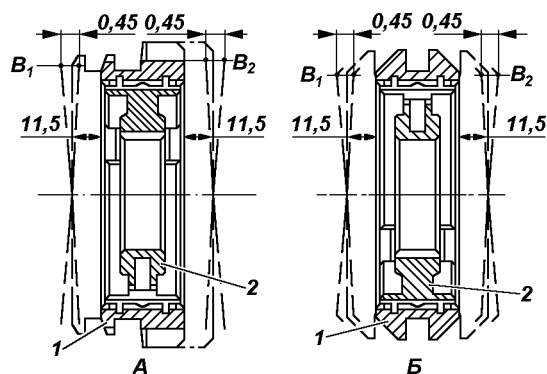

Рис. 6.62. Комплектование и подбор деталей синхронизаторов коробки передач:
Синхронизатор. Проверьте соединение муфты 1 (рис. 6.62) синхронизатора со ступицей 2 и при значительных взаимных перемещениях, превышающих в два раза указанные на рисунках, в направлении, перпендикулярном оси детали, комплект муфты со ступицей замените. Подбор нового комплекта производите согласно указаниям рис. 6.62.
1. Подберите комплект муфты и ступицы синхронизатора с минимальными зазорами при свободном перемещении согласно рис. 6.62 или используйте комплекты, подобранные заводом-изготовителем.